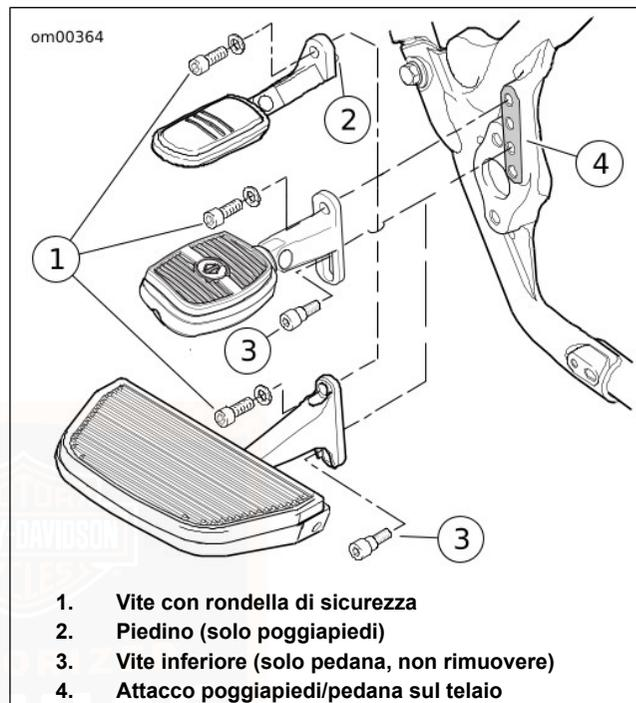

Figura 29. Poggiapiedi/pedana del passeggero (tipici)
1. Vedere Figura 29. Rimuovere la vite ad esagono incassato con rondella di sicurezza dalla parte superiore della staffa del poggiapiedi/della pedana. Non rimuovere la vite inferiore dalle pedane.